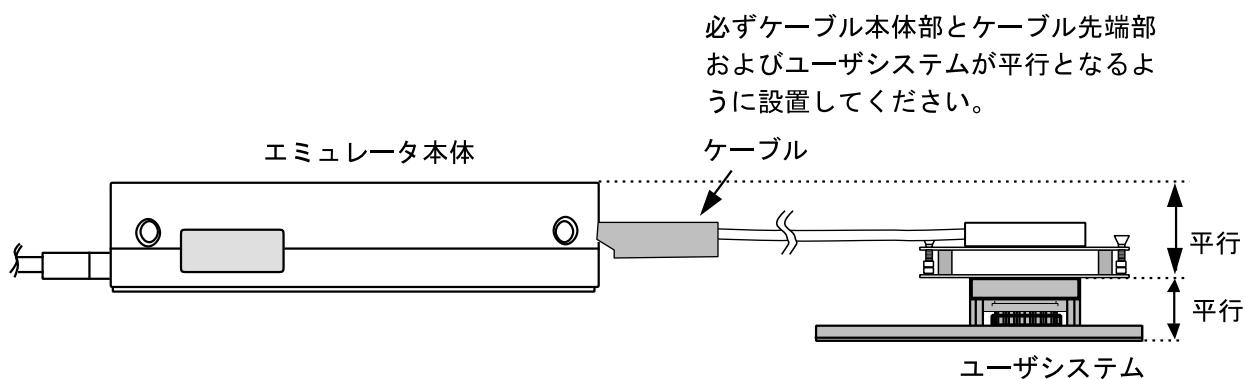

図 12 設置例
- (1) ユーザシステムへの接続時には 1 ピン位置に十分注意して、誤接続は絶対にしないでください。
- (2) 本ユーザシステムインターフェースケーブルを使用する場合の推奨マウントパッド寸法は、MCU 実装用マウントパッド寸法とは異なりますので注意してください。
- (3) 本ユーザシステムインターフェースケーブルは、HS2678REPI61H エミュレータ専用ですので、他のエミュレータ本体には使用しないでください。
- (4) ケーブル本体部が断線する可能性がありますので、本ユーザシステムインターフェースケーブルの上に重いものや金属等の角の尖ったものを置かないでください。
- (5) ユーザシステムに接続した状態では、ユーザシステムインターフェースケーブル、特にケーブル先端部に無理な力が加わらないように注意する必要があります。図 12 の設置例を参照してご使用ください。